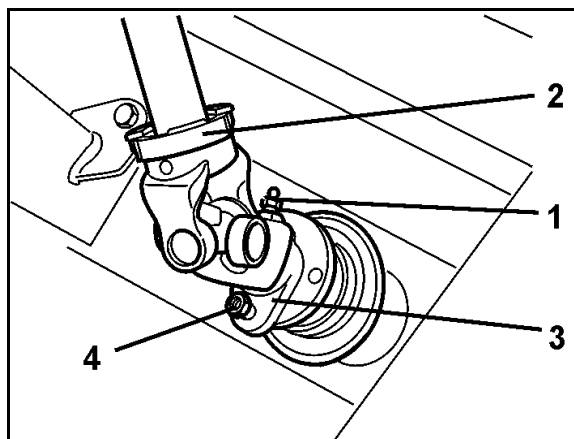

Fig. 72
1. Desfaceți niplul conic de lubrifiere (Fig. 72/1) din furca de racord (Fig. 72/2) a arborelui cardanic.
2. Îndepărtați șurubul de forfecare (Fig. 72/4) dintre flanșa furcii (Fig. 72/3) arborelui cardanic și flanșa arborelui de intrare al transmisiei.